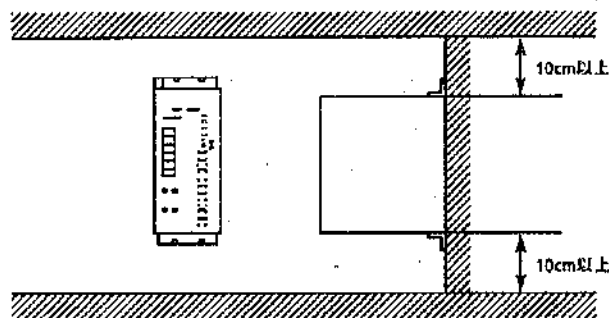

図3-1 ドライバ取付けと通気性
(2) 上、下の空間は、10cm以上を確保するようにして下さい。(図3-1)